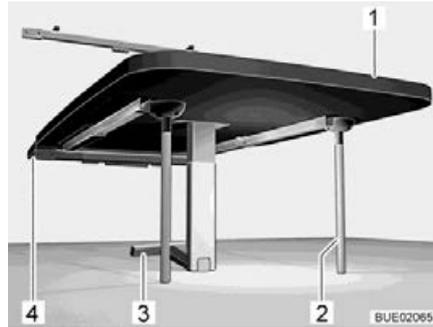

Bild 136 Hängetisch als Bettunterbau
- Tischplatte (Bild 136,1) vorn anheben.
- Unteren Teil des Gelenkstützfußes (Bild 136,3) um 90° umklappen.
- Zwei zusätzliche Stützfüße (Bild 136,2) in Aufnahmen an der Unterseite der Tischplatte einsetzen.
- Tisch in die untere Halteleiste (Bild 136,4) einsetzen und verriegeln.